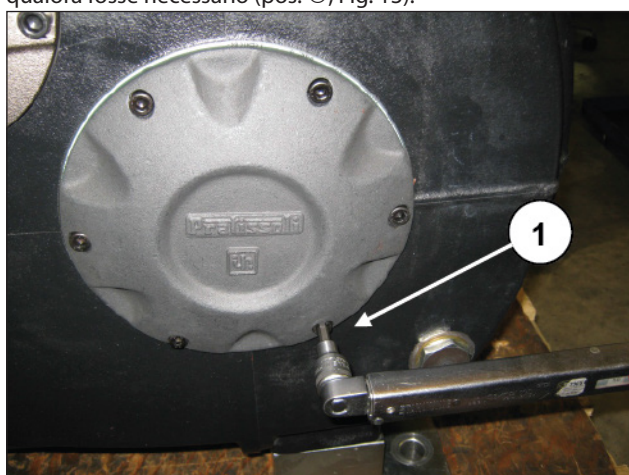
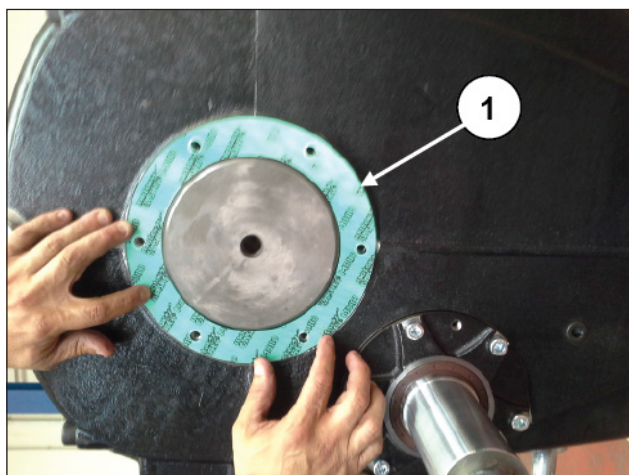

Fig. 12
Fig. 13
Smontare il coperchio albero a gomiti svitando le relative viti (pos. ①, Fig. 12) sfilare la guarnizione piana e sostituirla qualora fosse necessario (pos. ①, Fig. 13).